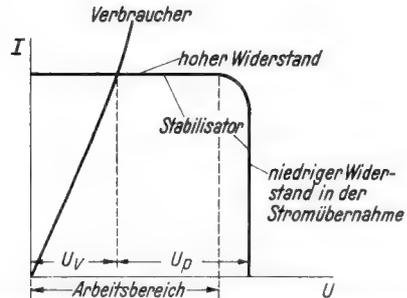

Bild 7. I/U-Diagramm für Stromstabilisierung
- b) niedriger Innenwiderstand außerhalb des Arbeitsbereichs (Bild 7).